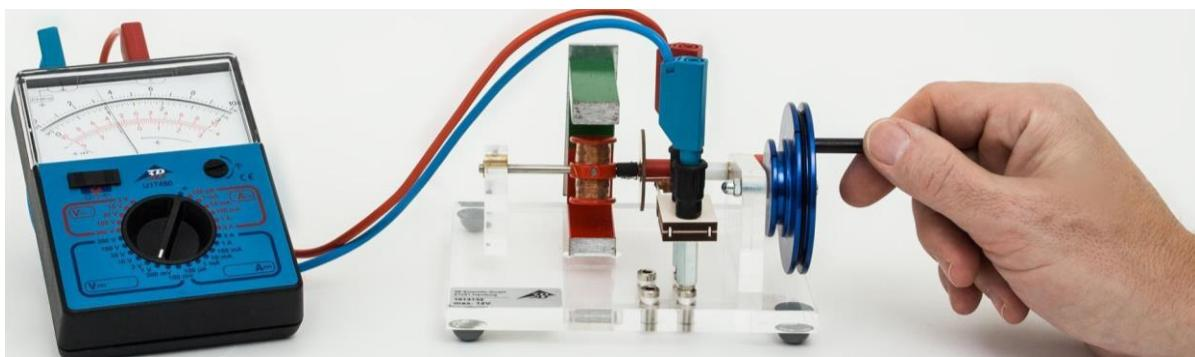

Fig. 3 Funzionamento come generatore di corrente continua con misuratore multiplo ESCOLA 10
- Inserire il collettore di corrente sulla coppia di jack destra nel campo dei jack sulla piastra di base (vedere Fig. 3).